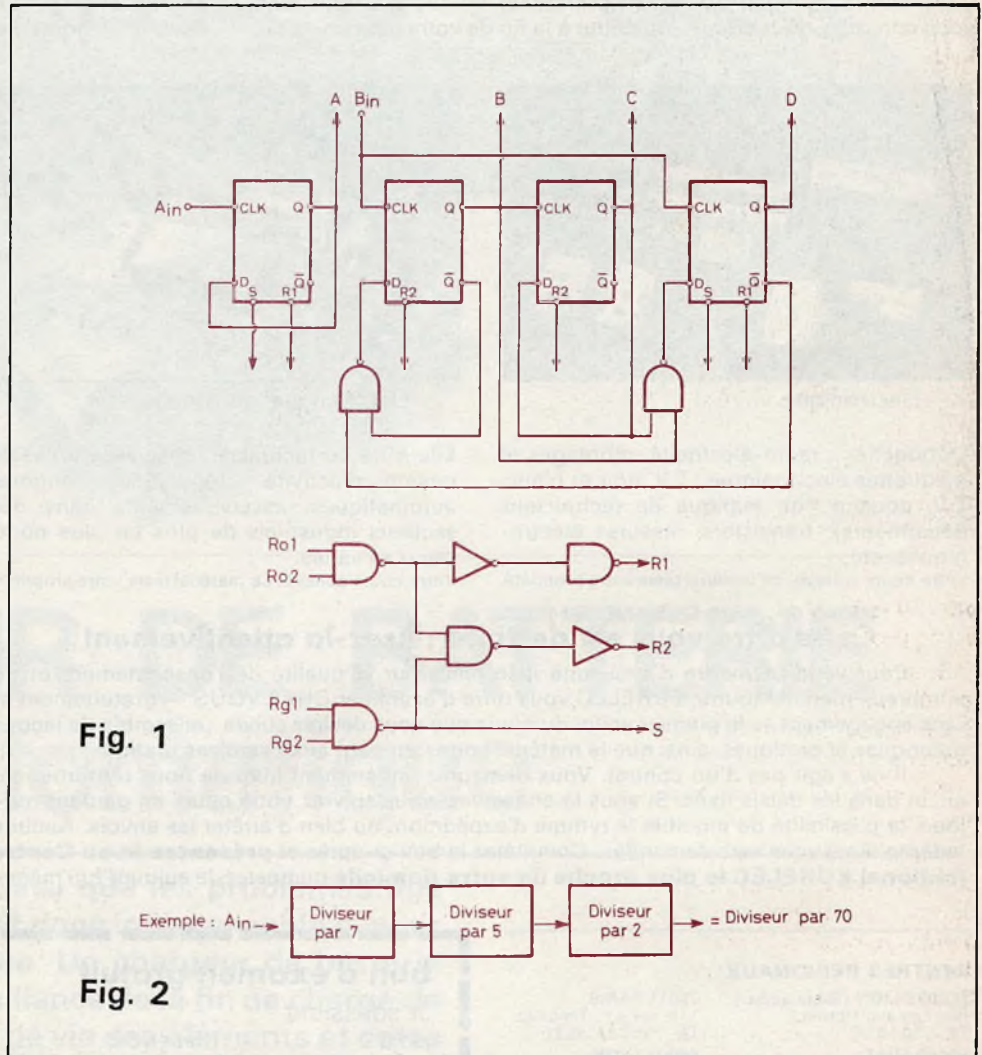

Fig. 1
De nombreux lecteurs seront certainement intéressés de connaître, pour des montages personnels, les possibilités multiples qu'offre ce circuit intégré, dont nous donnons **figure 1** le diagramme logique.
pleine charge cette tension doit être de 14,4 V (fig. 1).
**Fig. 1. et 2. – Le principe de fonctionnement d'un chargeur de batterie à arrêt automatique est basé sur la mesure de la tension de la batterie. Schéma synoptique des fonctions réalisées par le montage préconisé.**